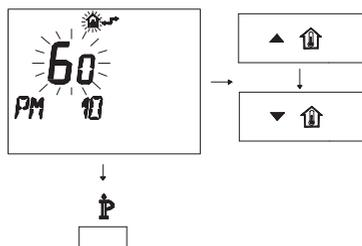

Figura 5.53
- Per modificare il SET programmato agire sui pulsanti ▲↑ o ▼↓ e aspettare che il numero programmato cominci a lampeggiare (Figura 5.53).